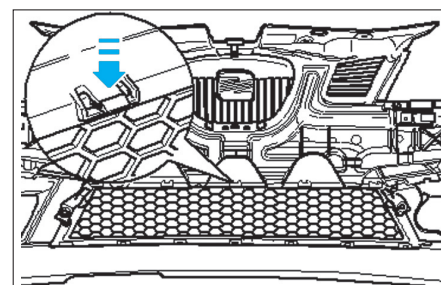

Fig. 5
- Détacher la calandre en débloquant les agrafes (Fig.5).